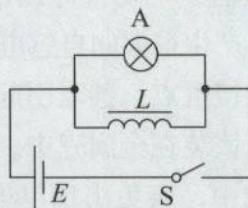

图 4.6-4 开关断开时观察灯泡的亮度
按图 4.6-4 连接电路。先闭合开关使灯泡发光，然后断开开关。注意观察开关断开时灯泡的亮度。
2. 将线圈  $L$  与电阻  $R$  并联后接到电池的两端（电路与图 4.6-4 相仿），测量通过电阻  $R$  的电流，可以看到，开关断开前后通过电阻  $R$  的电流方向不同。
**磁场的能量** 在图 4.6-4 的实验中，开关断开后，灯泡的发光还能维持一小段时间，有时甚至会比开关断开之前更亮。这时灯泡的能量是从哪里来的？